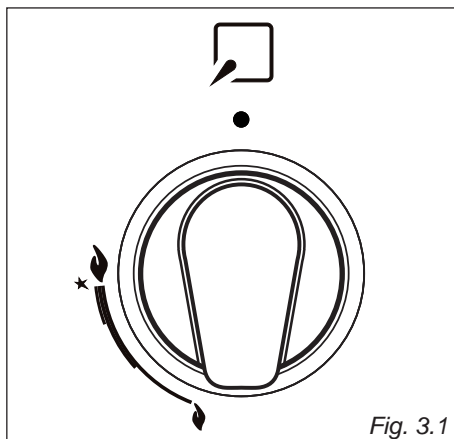

Fig. 3.1
- Sganciare il coperchio della morsettieria inserendo un cacciavite nei due agganci "A" (fig. 3.1).
L'afflusso del gas ai bruciatori è regolato da un rubinetto valvolato comandato dalla manopola di fig. 3.1.
- ✓ L'accensione elettrica è incorporata nelle manopole dei bruciatori e si identifica per il simbolo  vicino al simbolo  (fig. 3.1).